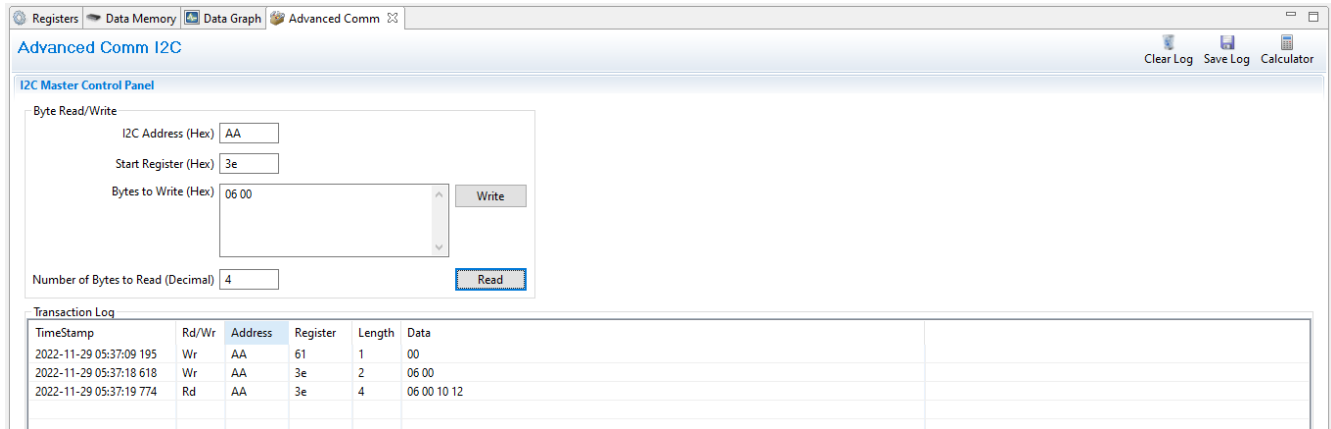

图 1-11. 高级命令 I²C 屏幕
按下 **Advanced Comm I²C** 按钮可以选中 **Advanced Comm I²C** 窗口。凭借该工具，可使用 I²C 和 “Manufacturing Access” 命令访问参数。请参阅图 1-11。事务日志屏幕会显示已发送命令的历史记录。
- 写入 Mac 地址 0x3e 命令 0x06 0x00 (请参阅图 1-11) 。
- 写入 Mac 地址 0x3e 命令 0x21 0x00 (请参阅图 1-11) 。